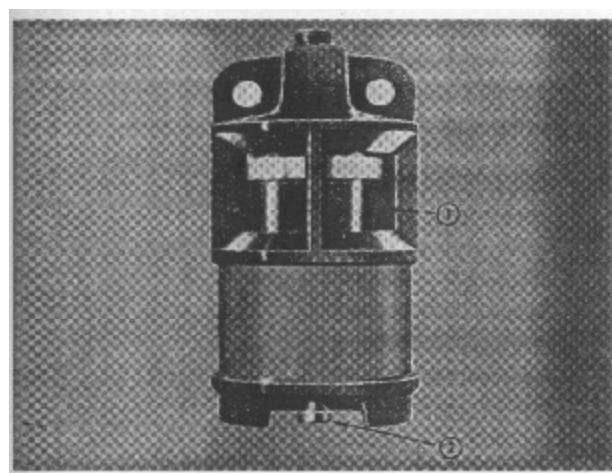

Рис.2-7 (CGS-20) Датчик помех всасыванию воздуха.
Механический индикатор предназначен для индикации чрезмерного загрязнения в воздухоочистителях сухого типа. Это приспособление может быть установлено на выходе воздухоочистителя или на инструментальной панели. Красный флагок (1, рис. 2-7) в окошечке с градуировкой медленно поднимается при заполнении пылевого картриджа. После замены картриджа восстановите датчик, нажимая кнопку RESET (2)